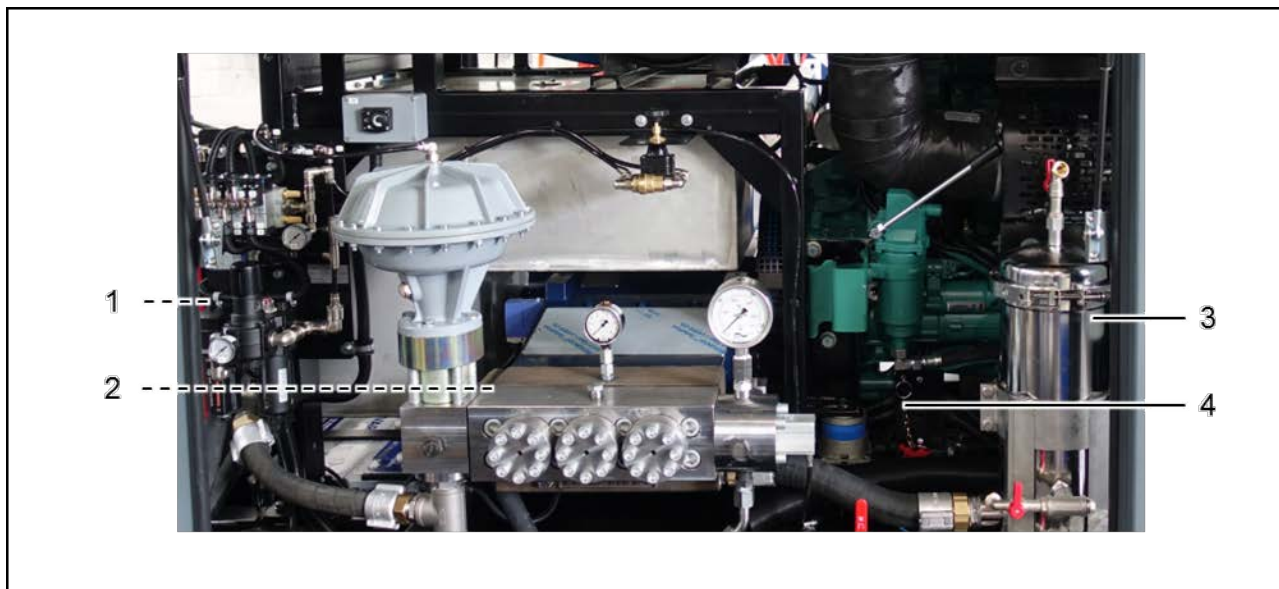

Рис. 13: Первый ввод в эксплуатацию
3. Убедитесь, что водяной фильтр (Рис. 13: поз. 3) не загрязнен. При необходимости замените водяной фильтр (см. раздел 10.6.7).
4. Убедитесь, что сливной кран резервуара подачи воды закрыт. Доступ к сливному крану (Рис. 13: поз. 1) осуществляется через сервисную крышку 1.
10. Включите размыкатель аккумуляторной батареи (Рис. 13: поз. 4).